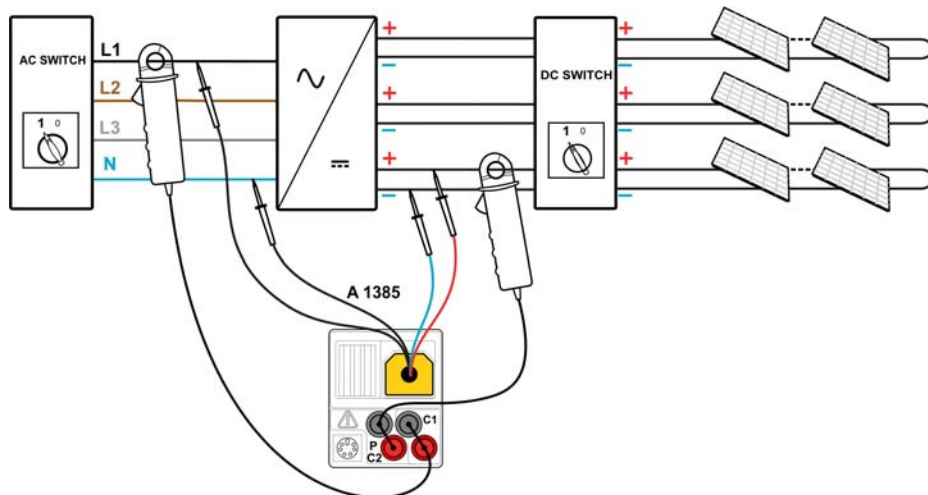

Abbildung 6.7: PV-Wechselrichterprüfung - Seiten AC und DC
- ❑ **Schließen Sie** die PV-Prüfleitung A 1385 und die Stromzangen an das Messgerät an (siehe Abbildung 6.7)